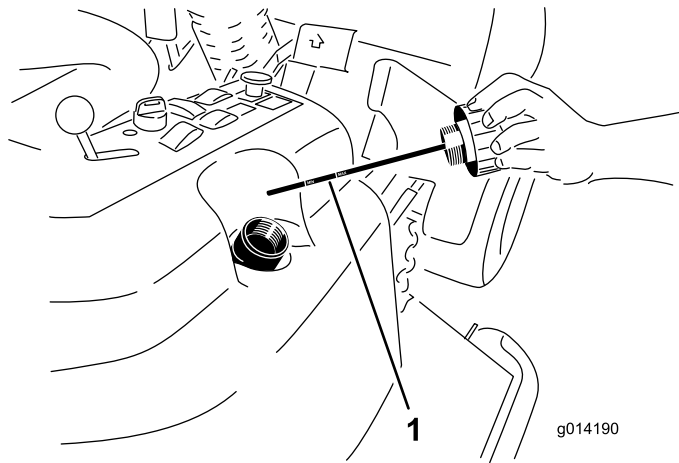

Рисунок 48
2. Снимите крышку (Рисунок 48) с маслобака.
3. Извлеките масляный щуп и протрите его чистой ветошью (Рисунок 48).
4. Вставьте масляный щуп в заливную горловину до отказа; затем извлеките его и проверьте уровень жидкости (Рисунок 48).